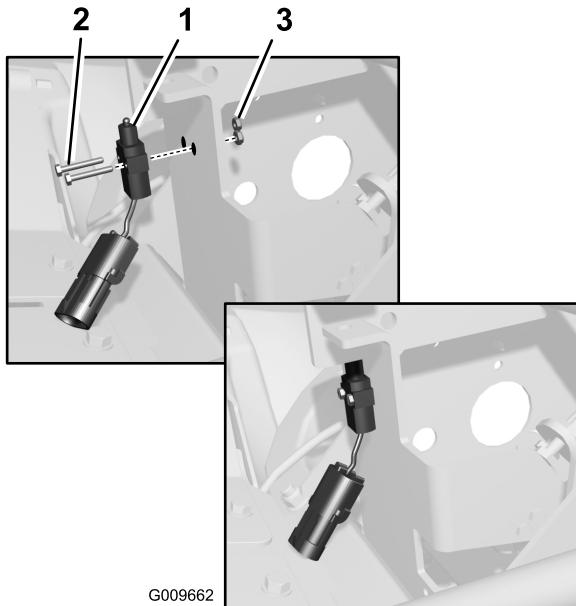

図 3
1. ペダルアセンブリに、ブレーキ・スイッチを取り付ける； #6 ねじ（2本）とロックナットを使用する（図 3）。